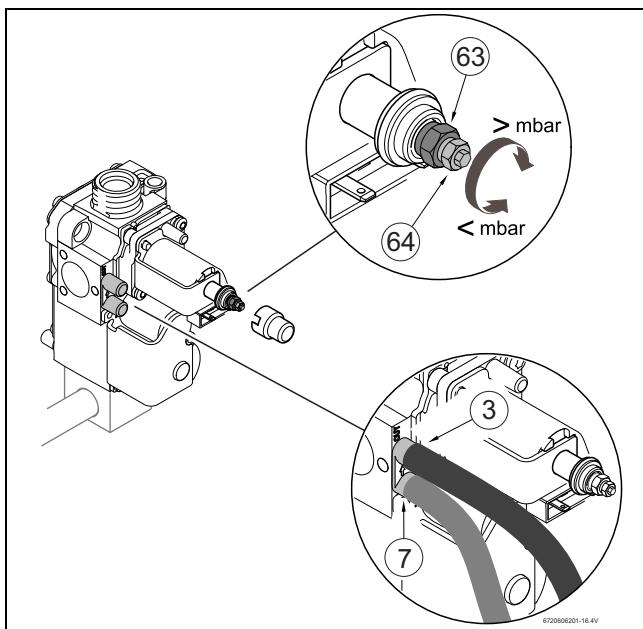

Рис. 23 Газовая арматура
- Снять опломбированный колпачок установочного винта газа (63) (Рис. 23).